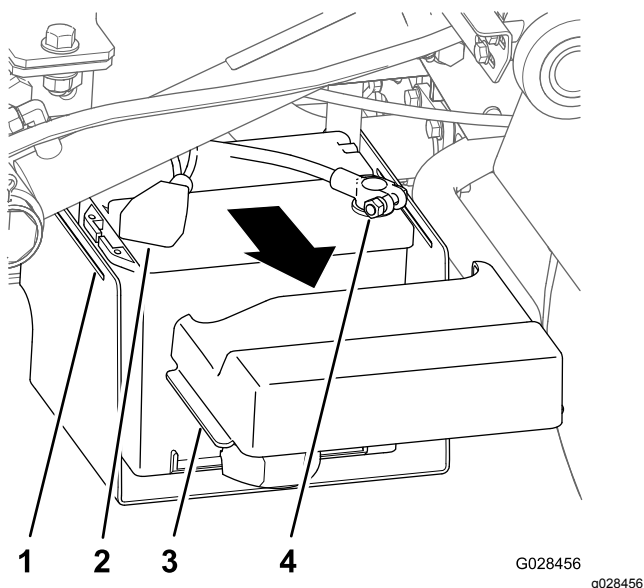

Figura 15
1. Aperte as partes laterais da tampa da bateria para soltar as patilhas da base da bateria e remova a tampa da base da bateria (Figura 15).
- Deslize a tampa para trás e retire o terminal negativo da bateria da bateria (Figura 15).
- Retire o terminal do cabo positivo da bateria da bateria (Figura 15).